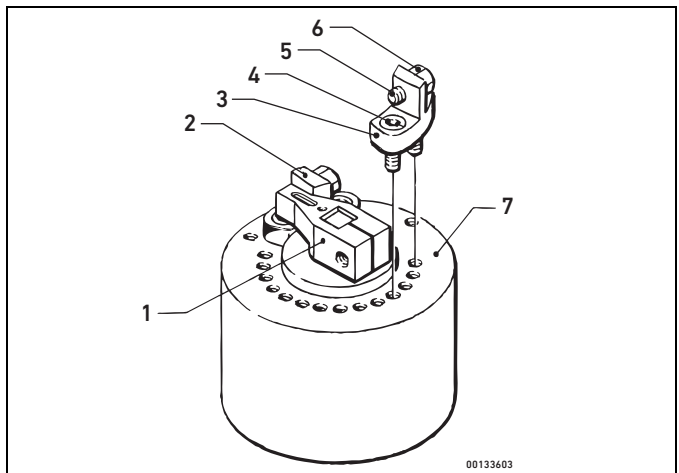

Fig. 5: Montage de la butée réglable
Le vérin rotatif de tailles 2 à 5 possède une butée réglable composée d'un bras pivotant fixé à l'arbre au dos du vérin rotatif, et de deux butées réglées à l'aide de vis de réglage. Le bras pivotant (1) et la butée du point de référence (2) sont déjà montés à la livraison. La butée réglable de l'angle de rotation (3) se pose lors du montage (voir Fig. 5).
1. A l'aide des vis fournies (4), amener la butée réglable de l'angle de rotation (3) dans la position souhaitée (par intervalle de 15°).
2. Fixer la vis de réglage de précision (5) et les contre-écrous (6) dans la butée de l'angle de rotation.